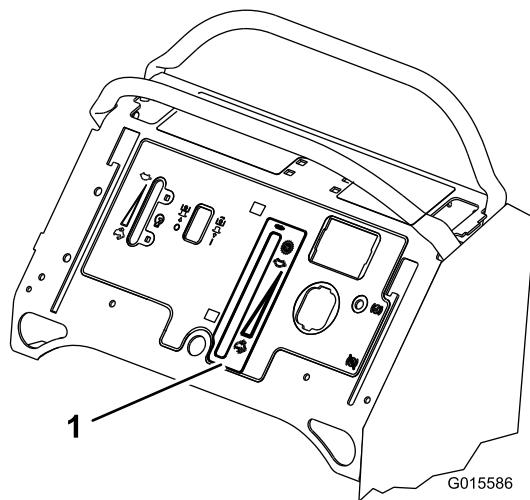

Figura 10
- Instale la pegatina en la máquina de la forma ilustrada (Figura 10).